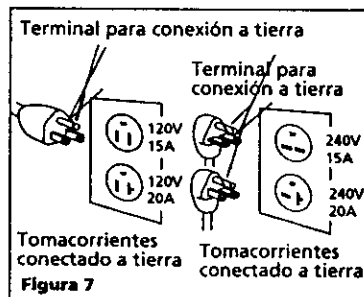

Figura 7
1. Este producto debe tener una conexión a tierra. En el caso de que ocurra un cortocircuito, la conexión a tierra reduce el riesgo de un choque eléctrico proporcionándole un cable de escape para la corriente. La unidad está equipada con un cable con una terminal para la conexión a tierra. La misma calzará en uno de los tipos de tomacorrientes mostrados en la Figura 7. Si el enchufe no calza en el tomacorriente deseado, haga que un electricista calificado reemplace el enchufe o el tomacorriente.
1. Si el enchufe del cordón eléctrico no le parece familiar o si no entra en el tomacorrientes, la Figura 7 le permitirá familiarizarse con éstos y con los voltajes necesarios para los mismos.